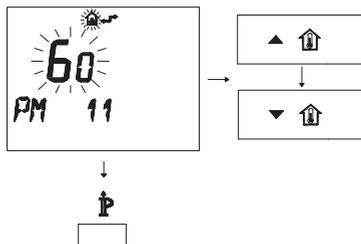

Fig. 5.77
- Per modificare il SET programmato agire sui pulsanti ▲ **UP** o ▼ **DOWN** e aspettare che il numero programmato cominci a lampeggiare (Fig. 5.77). Ogni passo incrementato o decrementato corrisponde a 1 secondi.